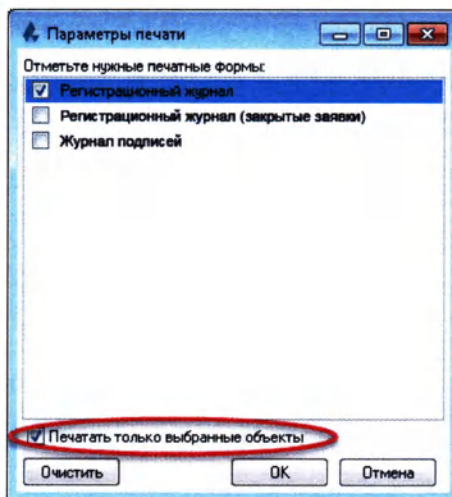

Рисунок 3.21
5. Если необходимо распечатать отчет только для выбранных элементов из журнала, поставьте галочку в поле **«Печатать только выбранные объекты»** (Рисунок 3.21):